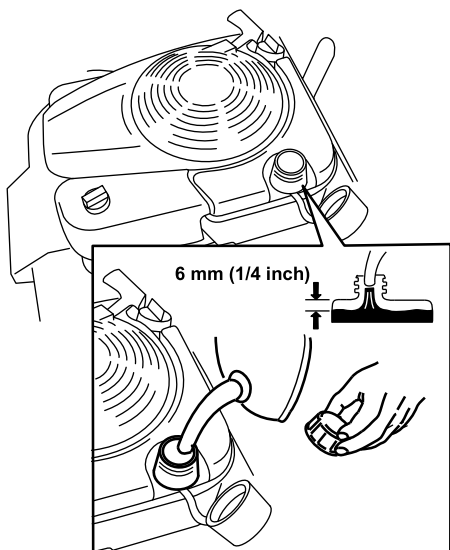

Рисунок 13
1. Очистите область вокруг крышки топливного бака и снимите ее (Рисунок 13).
- При заполнении топливного бака оставьте не менее 6 мм (1/4 дюйма) до дна заправочной горловины, чтобы обеспечить бензину пространство для расширения (Рисунок 13).